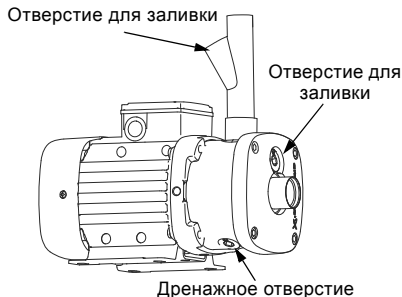

Рис. 9 Положение отверстия для заливки и дренажного отверстия
4. Открутите пробку заливочного отверстия в насосе. См. рис. 9.